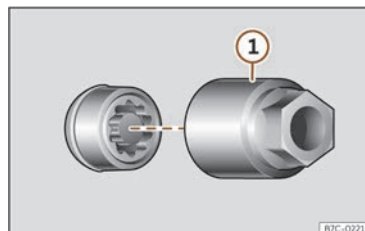

Abb. 210 Diebstahlhemmende Radschraube mit Abdeckkappe und Adapter.
- Setzen Sie den Spezialadapter >>> (Abb. 210) ① (Bordwerkzeug >>> S. 324) bis zum Anschlag in die diebstahlhemmende Radschraube ein.